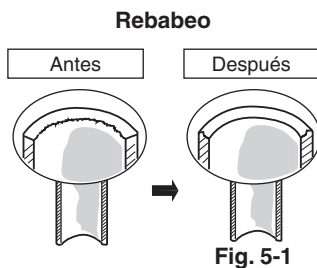

Fig. 5-1
- (1) Corte el tubo de cobre a la longitud necesaria con un cortador de tubos. Se recomienda cortar aprox. de 30 a 50 cm más largo que la longitud del tubo calculada.
- (2) Extraiga las rebabas del extremo del tubo de cobre con un escariador de tubos o una lima. Este proceso es importante y debe hacerse con cuidado para conseguir un buen abocardado. Asegúrese de impedir que entre cualquier contaminante (humedad, suciedad, virutas metálicas, etc.) en la tubería. (Figs. 5-1 y 5-2)